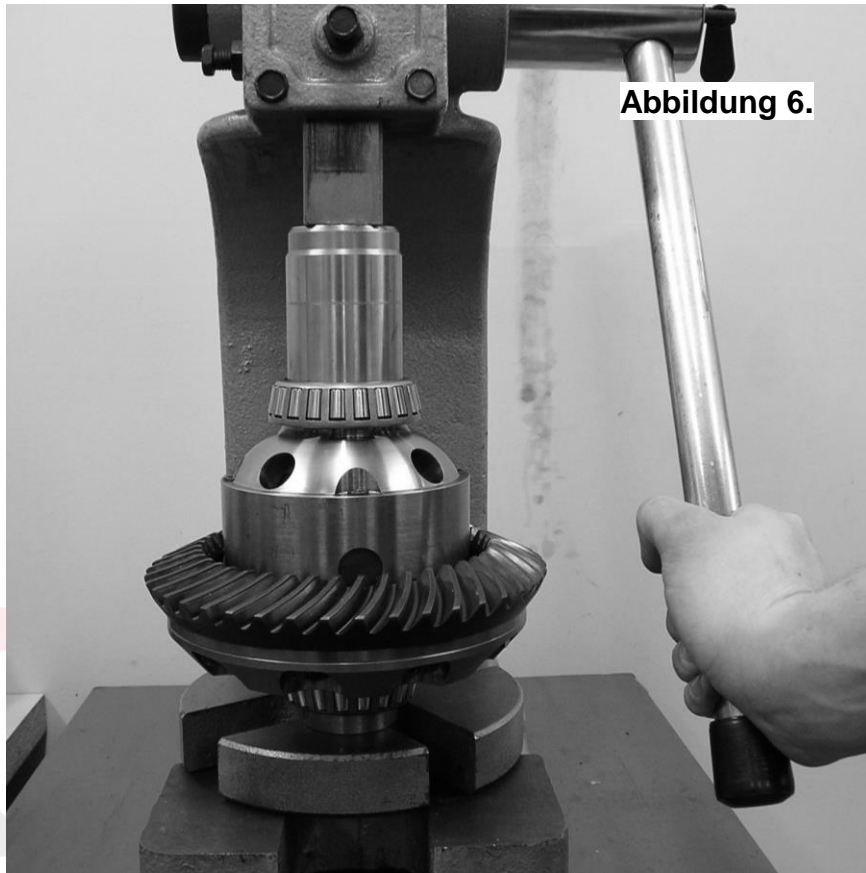

Abbildung 5.
- Ziehen Sie die Schrauben des Tellerrades gleichzeitig, entsprechend dem von Ihrem Fahrzeughersteller festgelegten Drehmoment an (s. Abb. 5.).